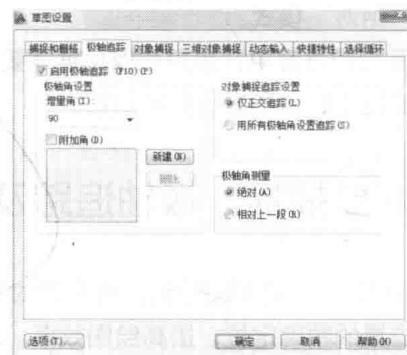

图 1-15 【草图设置】对话框
(1) 用鼠标右键单击状态栏上的  按钮，弹出快捷菜单，选取【设置】命令，打开【草图设置】对话框，如图 1-15 所示。
追踪参考点的追踪方向可通过【极轴追踪】选项卡中的两个选项进行设定，这两个选项是【仅正交追踪】和【用所有极轴角设置追踪】，如图 1-15 所示。它们的功能如下所述。